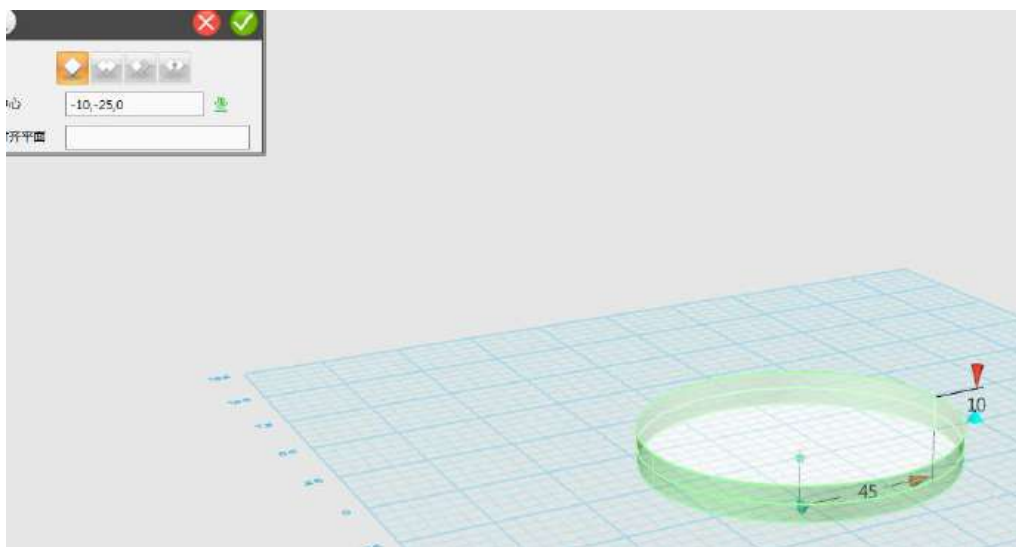

图 1-1
Step 1 使用圆柱体命令  圆柱体，画出一个圆柱体，如下图 1-1 所示：